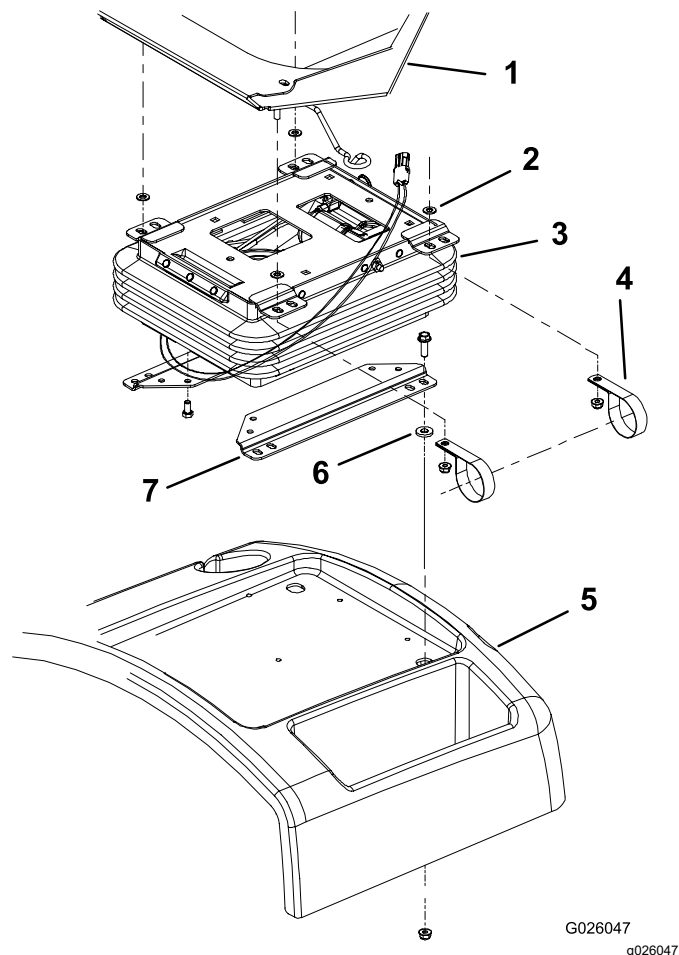

Figura 2
5. Rimuovete i 4 dadi che fissano i dispositivi di regolazione del sedile e i serratubi manuali alla sospensione del sedile (Figura 2).
7. Togliete i 4 bulloni, i distanziali e i dadi che fissano le staffe inferiori del sedile alla base del sedile (Figura 2).
9. Rimuovete i 4 bulloni che fissano la sospensione del sedile alle staffe inferiori del sedile (Figura 2).
1. Fissate la sospensione del sedile ad aria alle staffe inferiori del sedile con i 4 bulloni precedentemente rimossi (Figura 2).
2. Montate le staffe inferiori del sedile alla base del sedile con i 4 bulloni, i distanziali e i dadi rimossi in precedenza (Figura 2).
3. Posizionate il gruppo del sedile sulla relativa sospensione. Assicuratevi che una rondella sia presente su ogni perno di regolazione prima di posizionarlo sulla sospensione (Figura 2).
4. Fissate i dispositivi di regolazione del sedile e i serratubi manuali alla sospensione del sedile con i 4 dadi precedentemente rimossi (Figura 2).